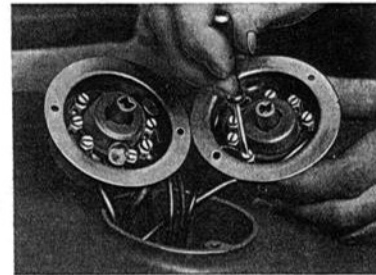

Bild 231. Beim Ersetzen eines NZ-Zündlichtschalters werden, um Verwechslungen zu vermeiden, vorzuziehlich die einzelnen Leitungen nacheinander umgeklemmt
- Zuleitungen vom alten Schalter ab- und einzeln (um Verwechslungen zu vermeiden) an die Anschlußklemmen des neuen Schalters anklemmen (siehe Bild 231).